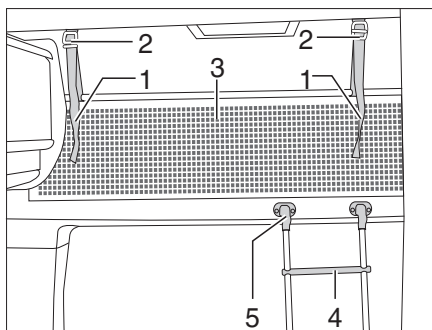

Bild 156 Alkovsäng
För att komma upp i alkovsängen ska man alltid använda den medföljande stegen (Bild 156,4).
- Haka fast stegen med krokarna (Bild 156,5) på alkovramen.
Skyddsnetet (Bild 156,3) är standard. Det ligger mellan madrassen och ribbotten. Skyddsnetet ska först monteras när personerna som ska sova där befinner sig i alkoven.
- Haka fast fästbanden (Bild 156,1) i hållarna i taket (Bild 156,2).